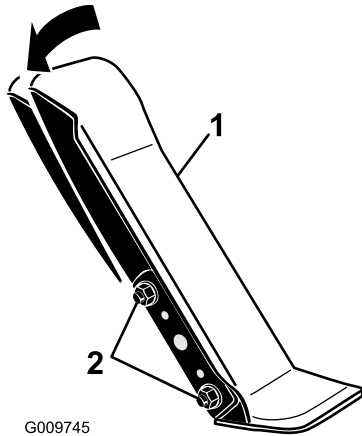

Figura 88
1. Desaperte as 2 porcas e parafusos que fixam o lado esquerdo do pedal de tração ao suporte (Figura 88).
2. Rode o pedal para o ângulo de funcionamento pretendido e apertar as porcas (Figura 88).